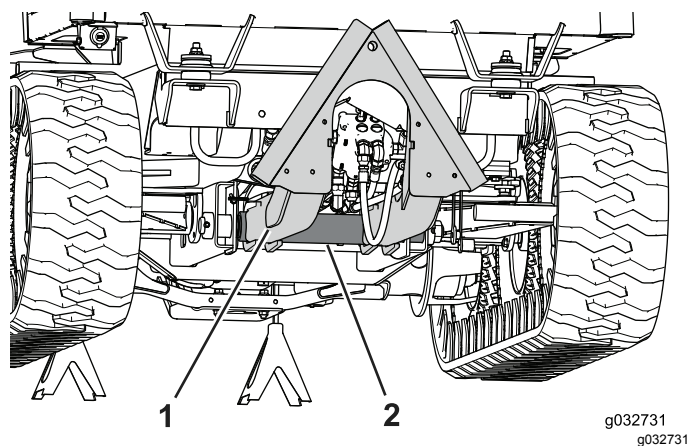

Figura 105
3. Coloque un gato de suelo debajo del punto de giro del conjunto de enganche y eleve la parte delantera del bastidor hasta que las ruedas centrales basculen hacia atrás y casi toquen las ruedas traseras (**Figura 105**).